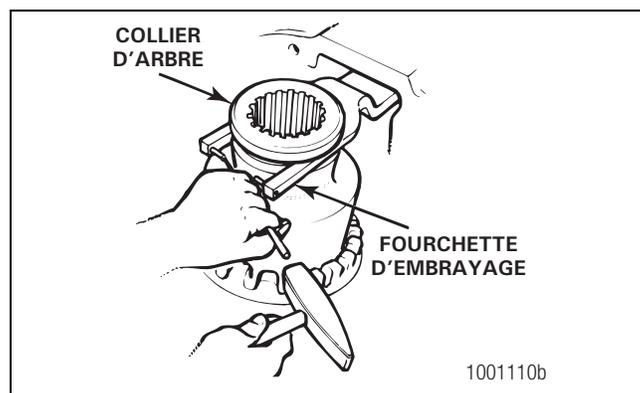

Figure 6.4
1. Si le dispositif utilise des goupilles cylindriques (selon l'équipement), enfoncer ces dernières jusqu'à ce qu'elles affleurent les faces intérieures de la fourchette d'embrayage. Déverrouiller le dispositif de blocage s'il a été engagé manuellement. Figure 6.4.